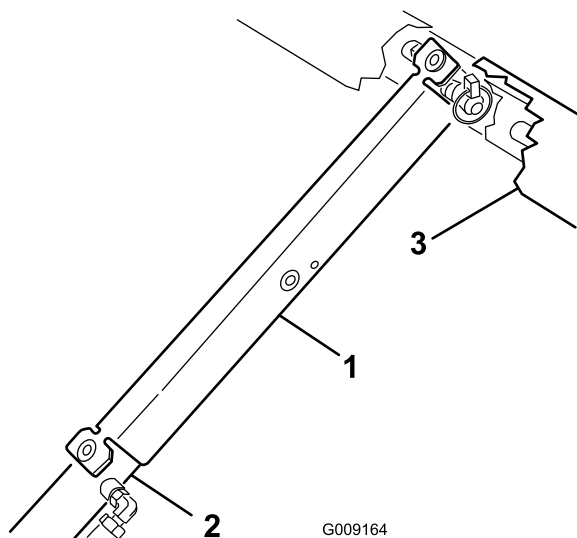

Figure 12
9. Poussez la béquille de sécurité sur la tige du vérin et appuyez bien les pattes d'extrémités contre l'extrémité du corps du vérin et l'extrémité de la tige du vérin (Figure 12).